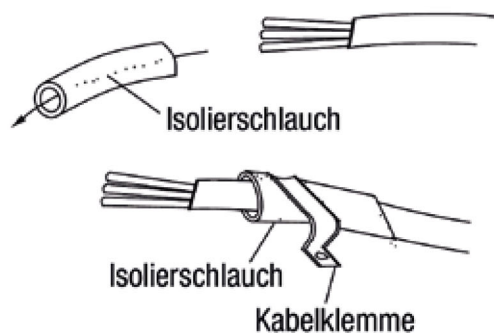

Fig. 31
3. So befestigen Sie das Anschlusskabel und das Netzkabel mit einer Kabelklemme. Nachdem Sie das Anschlusskabel und das Netzkabel durch das Isolierrohr geführt haben, befestigen Sie es mit der Kabelklemme. (Fig. 31)